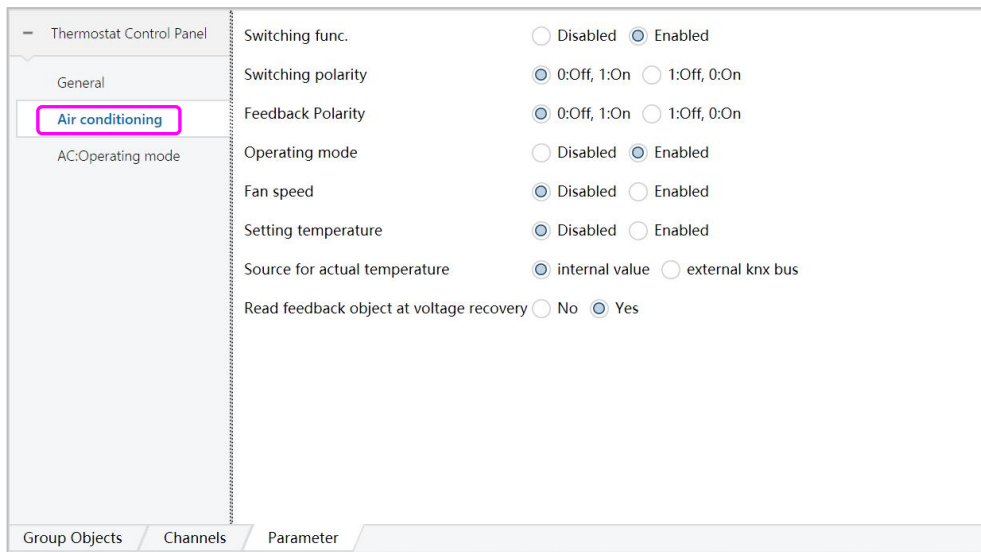

图 6.2.3
① “Switching polarity” 表示开关极性，可选项：0:off,1:on（发出数值 0 是关，1 是开）、1:off,0:on（发出数值 1 是关，0 是开）。
② “Feedback polarity” 表示反馈极性，可选项：0:off,1:on（反馈数值 0 是关，1 是开）、1:off,0:on（反馈数值 1 是关，0 是开）。
2) Operating mode 表示运行模式，选择“Enabled”时，出现如图 6.2.3，出现如图红色方框内的选项